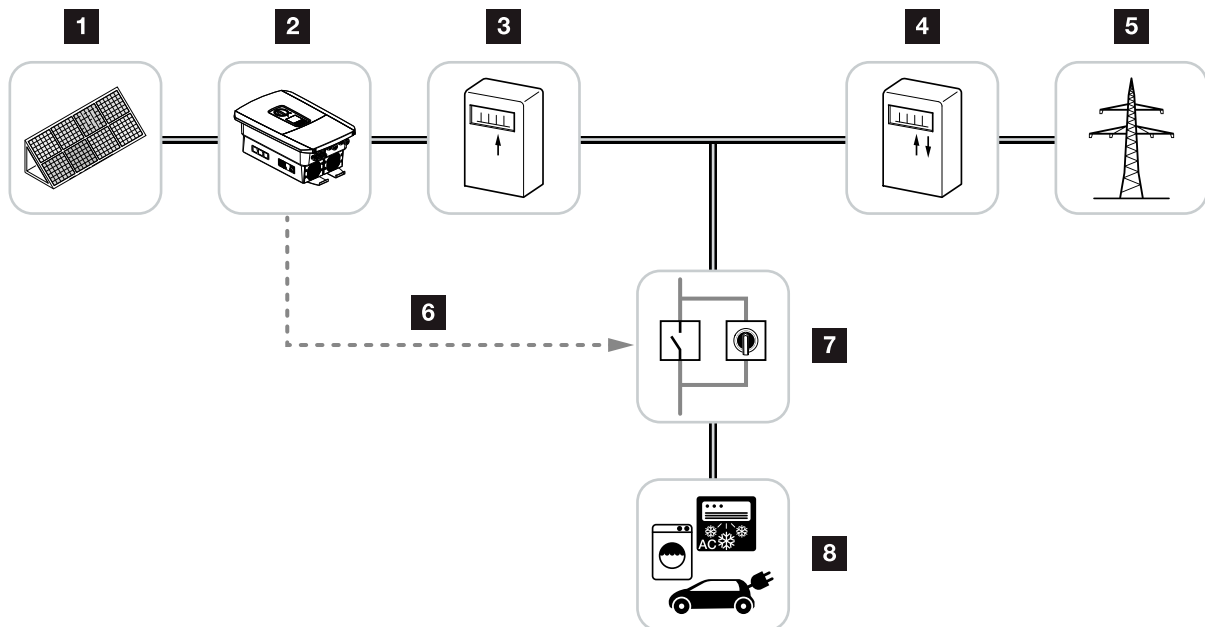

Abb. 54: Konfiguration Eigenverbrauchssteuerung
2. Lastrelais fachgerecht an die Anschlussklemme Eigenverbrauchssteuerung am Smart Communication Board anschließen (Anzugsdrehmoment: 0,5 Nm).  **Abb. 54 Pos. 2**